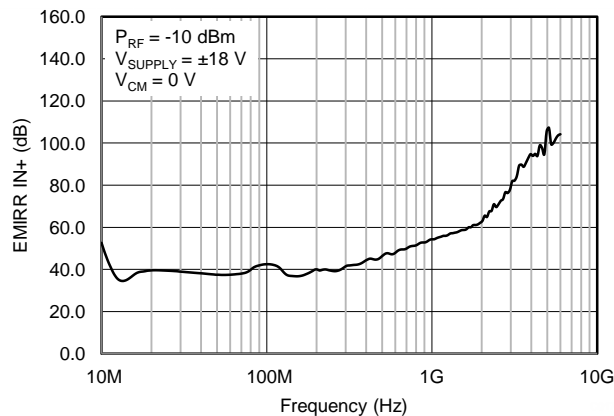

图 57. EMIRR 测试
OPAx192 使用集成电磁干扰 (EMI) 过滤来降低干扰源（如无线通信设备以及混合使用模拟信号链和数字组件的高密度电路板）产生的 EMI 效应。OPAx192 采用上述这些设计和改进，受益不少。德州仪器 (TI) 已经开发出在 10MHz 至 6GHz 宽频谱范围内准确测量和量化运算放大器抗扰度的功能。图 57 显示对 OPA192 执行此测试的结果。表 2 显示在实际应用中经常遇到的特定频率下 OPA192 的 EMIRR IN+ 值。在表 2 中列出的应用可在下图给出的特定频率或其近似频率下运行。详细信息另见于应用报告运算放大器中的 EMI 抑制比，SBOA128；下载地址为 www.ti.com。